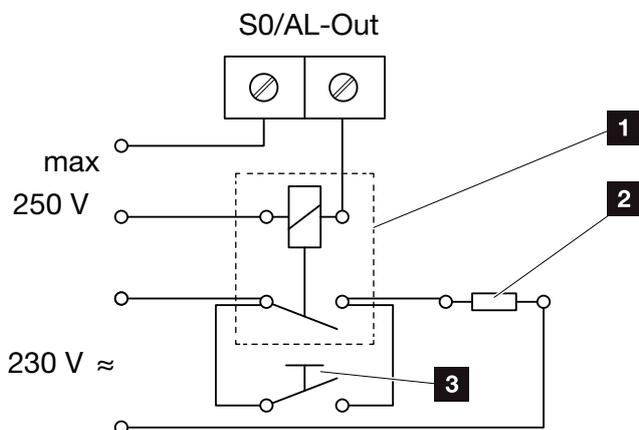

Fig. 60: allacciamento elettrico Autoconsumo
1. Collegare il relé di carico esterno al morsetto S0/AL-Out.  **Fig. 60**